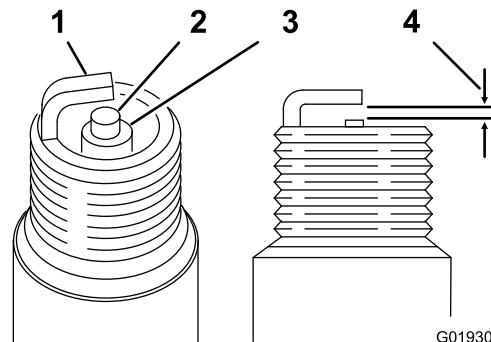

Figure 39
1. Examinez le centre de la bougie (Figure 39). Si l'isolateur est recouvert d'un léger dépôt gris ou brun, le moteur fonctionne correctement.